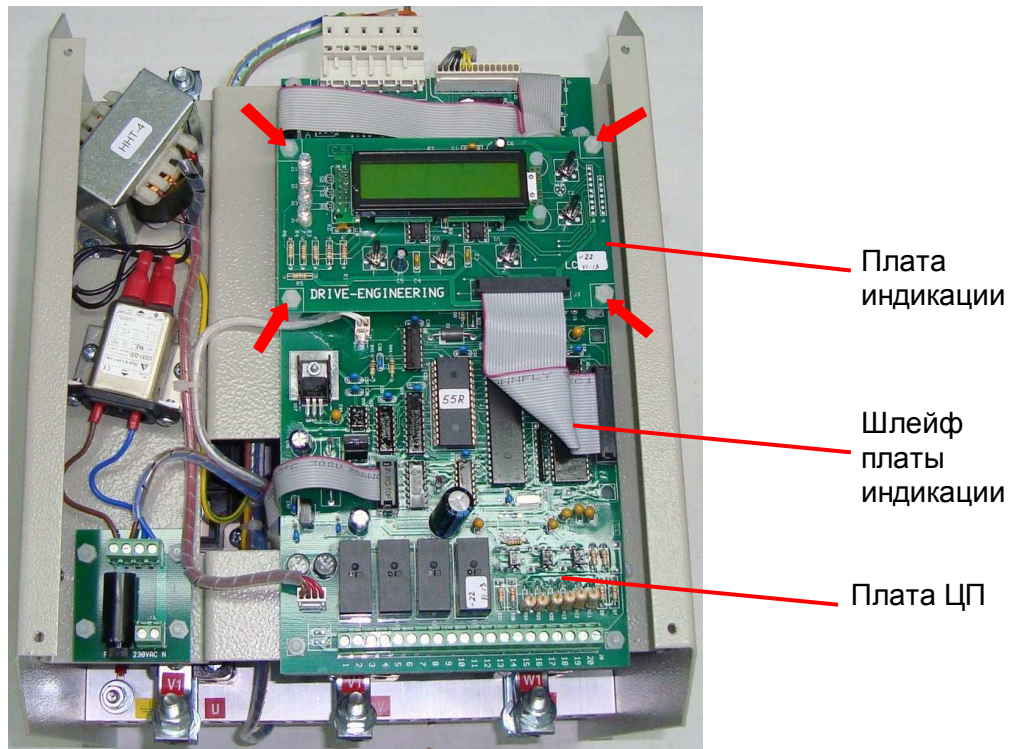

Рис. 6.2
6.2.2. Открутить четыре пластмассовые гайки (рис. 6.2, красные стрелки) и положить их в тару.